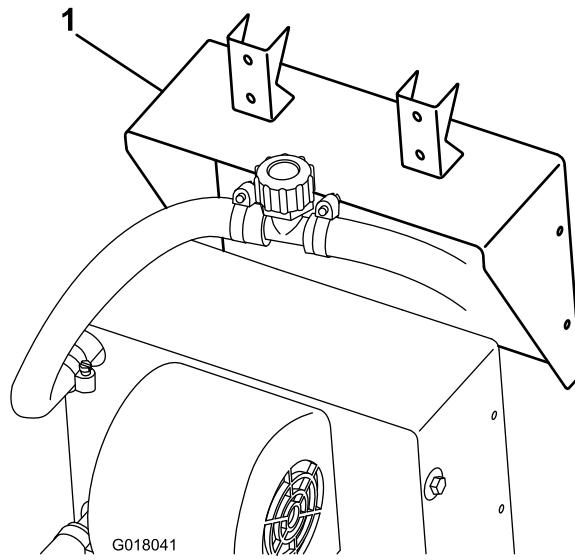

Figure 22
2. Fixez le support de chauffage au chauffage avec les vis fournies avec le chauffage (Figure 22).